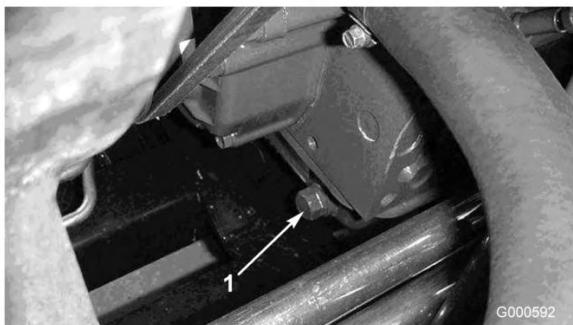

図 34
1. ドレン・プラグ（図 34）を外してオイルを容器に受ける。オイルが抜けたらドレン・プラグを取り付ける。